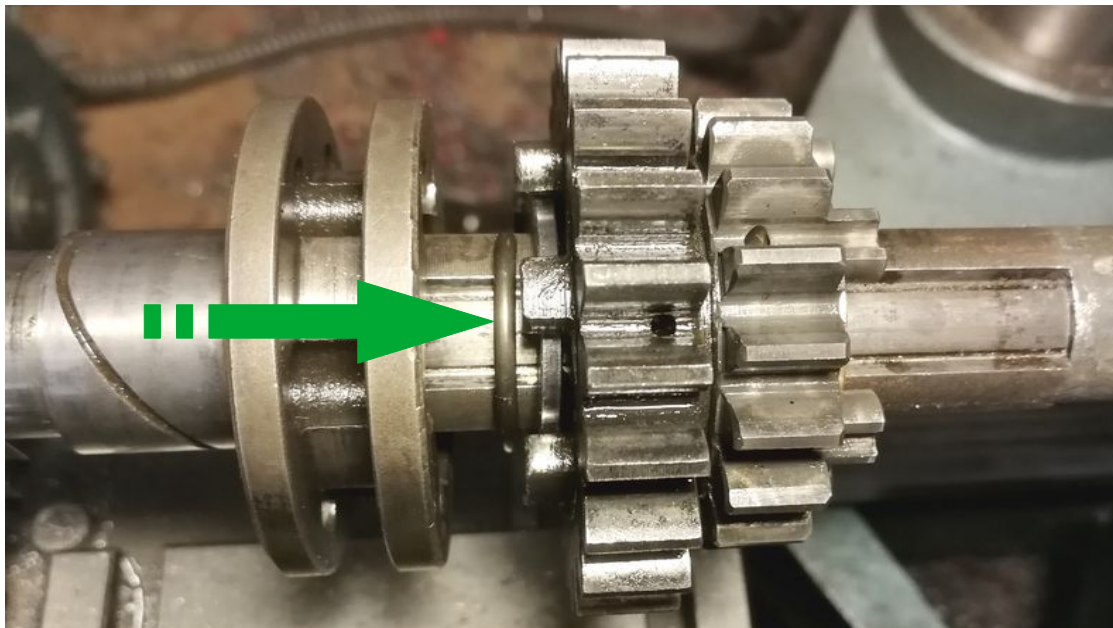

Abbildung 23: hinteren Sicherungsring in seine Nut bringen
- 2.&3.Gangrad zusammen mit Anlaufscheibe vom 2.Gangrad, Lagerbuchse und dem hinteren Sicherungsring nach vorn über den vorderen Sicherungsring schieben (dazu kann an der Schiebemuffe von 1./2.Gangrad nach vorn gedrückt werden) bis der hintere Sicherungsring in seine Wellennut springt (siehe Abb. 23)